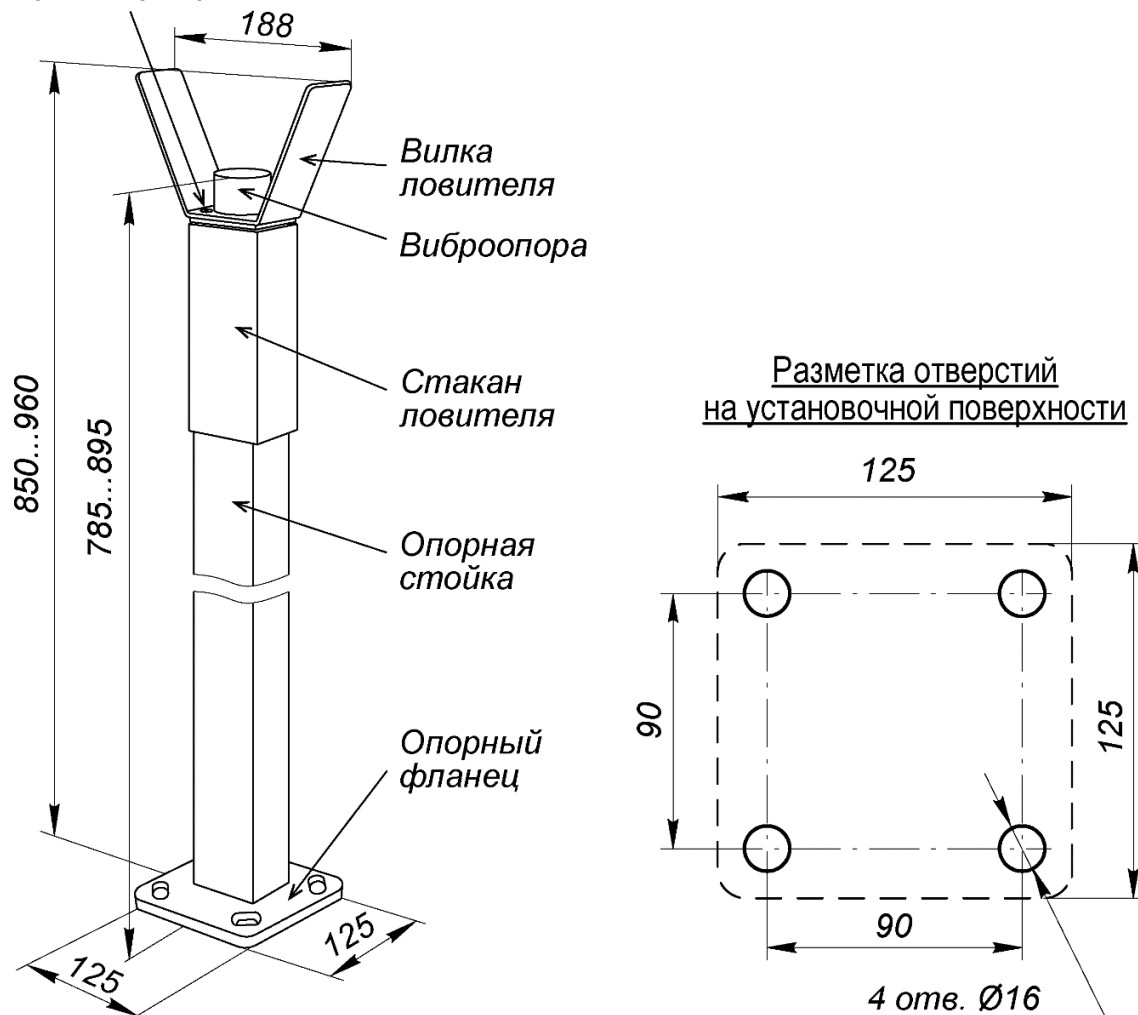

Рисунок 13. Внешний вид опорной стойки с ловителем стрелы **PERCo-GBS1**
Переведите кронштейн крепления стрелы в горизонтальное положение, для чего вращайте винт (ручку) разблокировки привода (21) по часовой стрелке до упора (см. рис. 13).
1. Снимите дверцу (2), открыв замок ключом.
2. На приводе стрелы переведите рычаг (13) в нижнее положение (см. рис. 13).